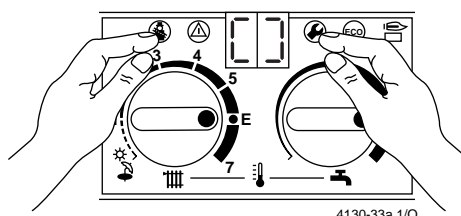

Fig. 41
- Premere contemporaneamente i pulsanti spazzacamino e di servizio tecnico fino a quando sul display appare il simbolo „[]“, fig. 41.